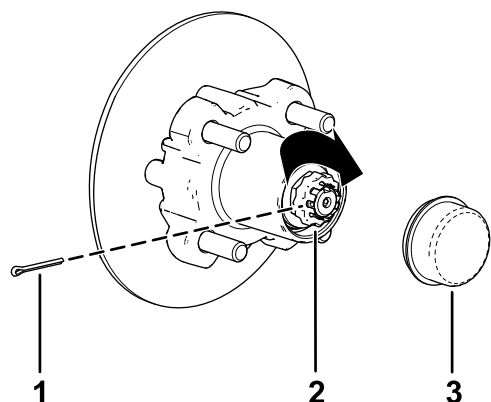

Figure 37
alignés afin de pouvoir insérer la goupille fendue (Figure 37).
9. Insérez la goupille fendue et repliez chacune de ses pattes autour de l'arrêt d'écrou (Figure 37).
10. Reposez le couvre-moyeu sur le moyeu (Figure 37).